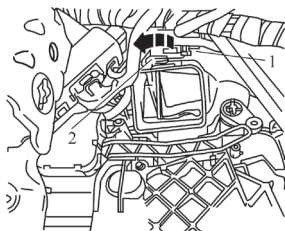

图 5-23 拆卸左侧脚部空间出风口温度传感器 G261
2) 如图 5-23 所示, 将左侧脚部空间出风口温度传感器 G261 沿箭头方向旋转 90° , 并将其从空调暖风装置中取出。
(6) 右侧脚部空间出风口温度传感器 G262 的拆装